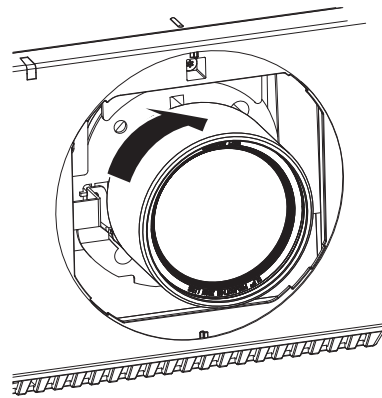

Fig. 2
- 2) Tournez l'objectif de projection dans le sens des aiguilles d'une montre jusqu'au déclic. (Fig. 2)